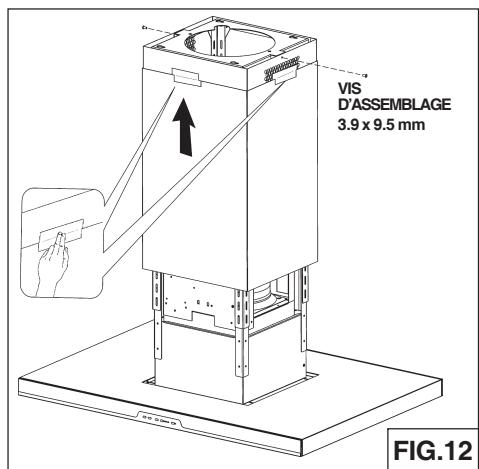
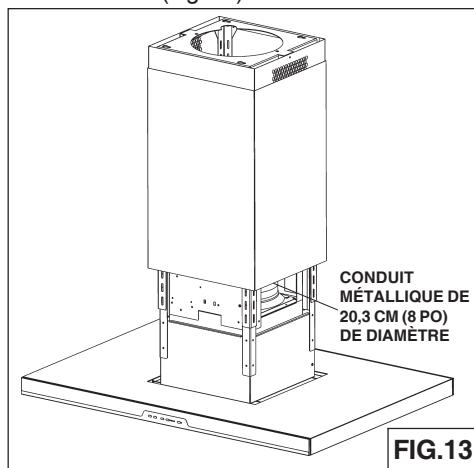

FIG.12
FIG.13
2. Fixez conduit supérieur temporairement à la structure de support avec les vis de montage 3.9x9.5 mm, faites glisser le tuyau inférieur sur le cadre de support et ruban adhésif pour maintenir en place (Fig. 12).
3. Montez le hotte au plafond en utilisant les (4) vis de 6x70mm précédemment installés. Ces serrer les vis. Installez (2) vis de 6x70mm supplémentaires comme indiqué dans l'illustration. Assurez-vous que tous les (6) vis sont sécurisées.
4. Fixez la hotte au plafond et installer le (2) vis supplémentaires (6x70mm).
5. Utilisez **8"** conduit métallique rond pour connecter le collet de conduit de la hotte au-dessus de la canalisation (Fig. 13).